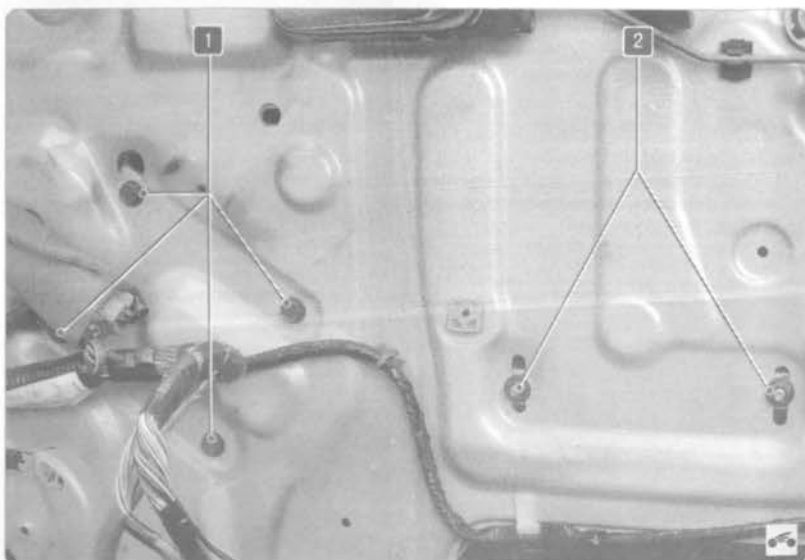

Рис. 11.2. Крепление стеклоподъемника к передней двери: 1 – крепление механизма стеклоподъемника; 2 – крепление регулировочной планки стеклоподъемника
10. Отверните две гайки шпилек крепления регулировочной планки (рис. 11.2) механизма стеклоподъемника к корпусу передней двери.